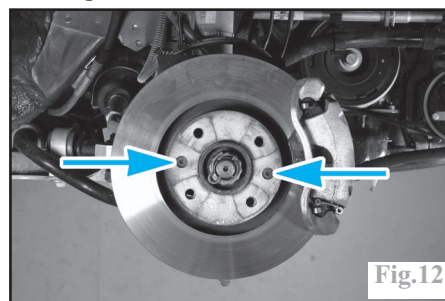

Fig.12
- les vis de fixation du disque de frein (Fig.12).